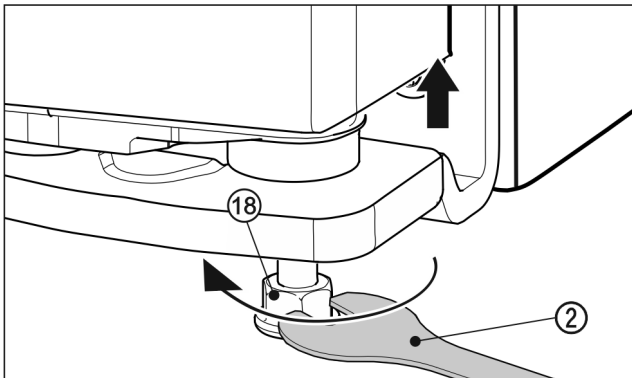

Fig. 21
- Zum Anheben der Tür den Stellfuß Fig. 21 (18) mit dem beiliegenden Gabelschlüssel Fig. 21 (2) rechts herum bis Kontakt auf Fußboden herausdrehen. Dann weiter drehen bis die Tür in der Höhe verstellt ist. Im Auslieferungszustand ist der Lagerbolzen ganz eingedreht.